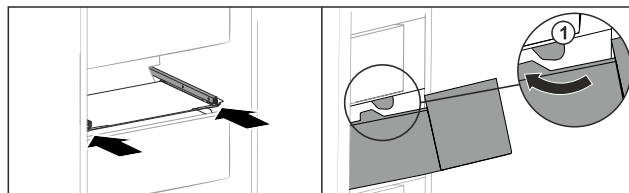

Fig. 169
- ▶ Vezesse el a fiókot az ütközők Fig. 169 (1) körül.